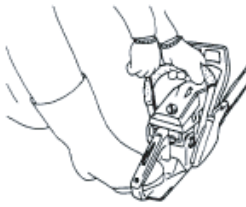

Fig. 13
3. Tire enérgicamente del arrancador de retroceso, tomando la precaución de mantener el asidero bien sujeto para evitar que salte de la mano. (Fig. 13)
5. Tire de nuevo el arrancador de retroceso con fuerza de la misma manera antes mencionada. (Fig. 13)